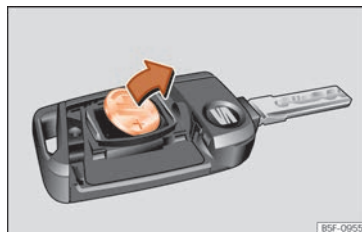

Fig. 81 Clé du véhicule : retirez la pile.
- Retirez la pile du compartiment à l'aide d'un objet fin approprié »» fig. 81.
- Placez la pile neuve comme indiqué »» fig. 81 et appuyez-la contre le logement des piles dans le sens contraire de la flèche »» ❷.